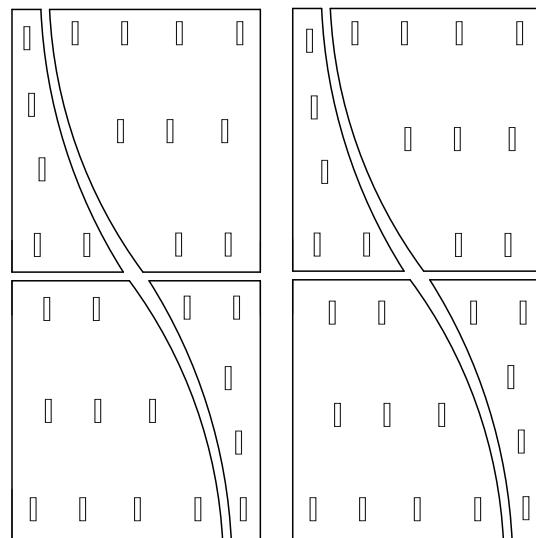

Рис.11
13. Далее следует удалить защитные материалы с зеркал, перевернуть их тыльной стороной вверх и уложить на ровную тканевую поверхность. Протереть пыль (желательно обезжирить поверхность спиртосодержащей жидкостью) и наклеить 2-х сторонний скотч из комплекта фурнитуры согласно рис.11. Для дополнительной фиксации зеркал рекомендуется воспользоваться kleem «Жидкие гвозди» (не входит в комплект изделия).